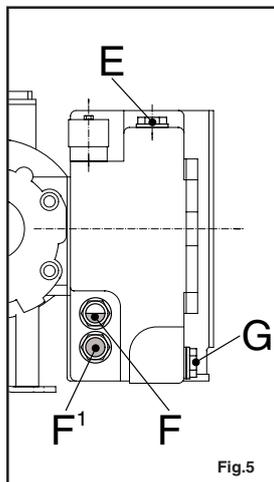

Fig.5
Eseguire il primo riempimento attraverso il tappo (E) sino alla metà dell'indicatore di livello massimo (F) e richiudere il tappo (E) (fig.5).
Füllen Sie das Schmieröl durch die Verschlusschraube (E) bis zur Hälfte des Ölpegelstandanzeigers (F) ein und schrauben Sie die Verschlusschraube (E) wieder zu (siehe Abb. 5)